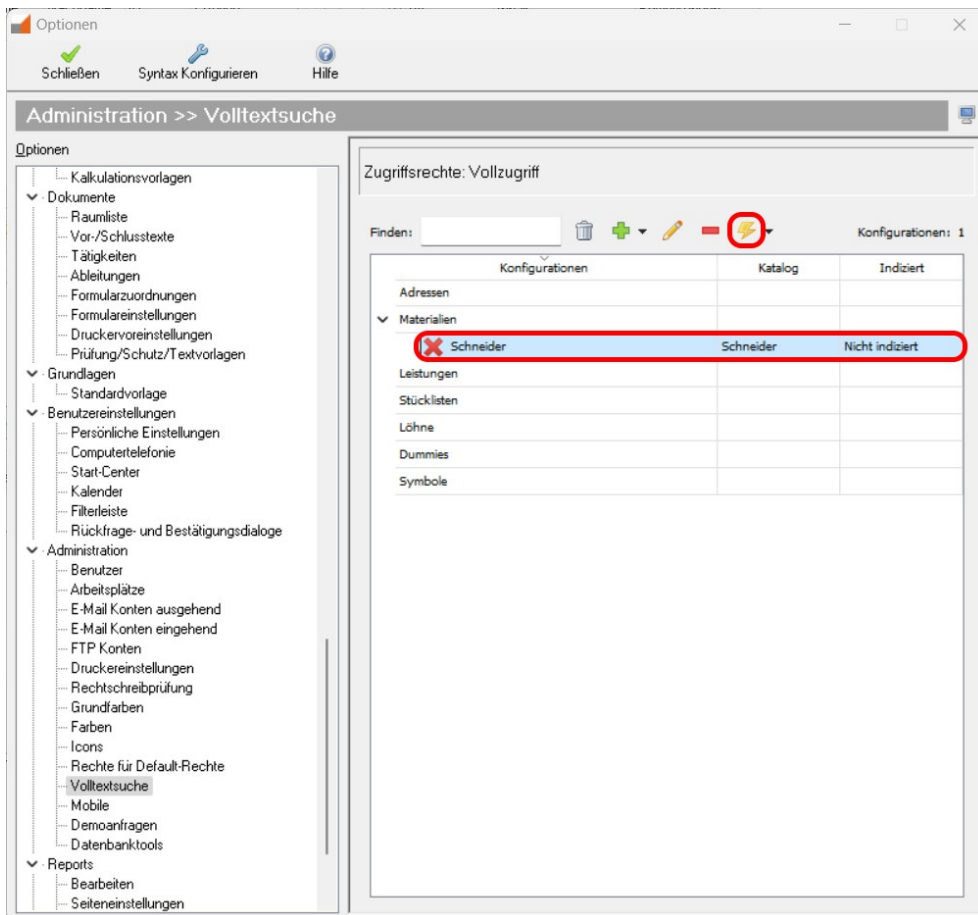

Abbildung 3.3.8: Indizieren der Konfiguration für die Volltextsuche
1. Markiere in der Liste die entsprechende Konfiguration und betätige anschließend in der Symbolleiste des Optionen-Dialoges die Schaltfläche ⚡ (siehe Abbildung 3.3.8).